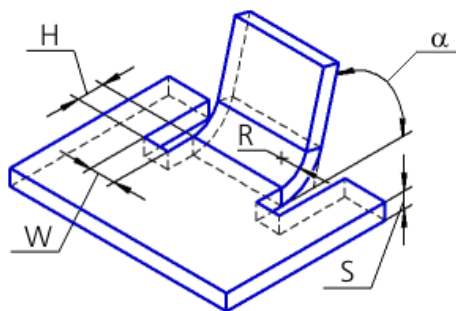

Рис. 5.35. Параметры листового тела
Листовое тело (рис. 5.35) характеризуется толщиной материала (S), из которого оно изготовлено.